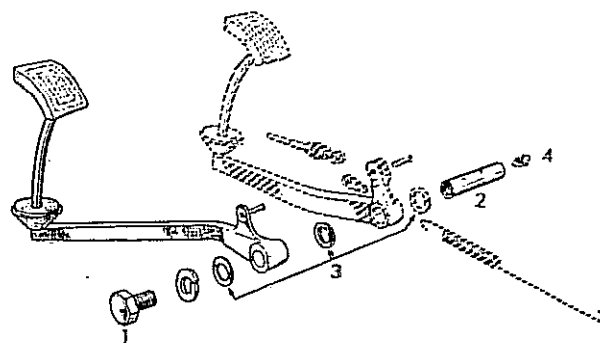

Fig. 144
- 2) Retirar el bulón de sujeción del eje de pedales (1 Fig. 144), y sacar el eje (2) por el lado opuesto, recogiendo las arandelas separadoras (3).
- 1) Instalar el pedal, verificando y reemplazando si fuese necesario el tope de goma incluido en el mismo. Colocar las arandelas separadoras (3) tal como se indica (Fig. 144).